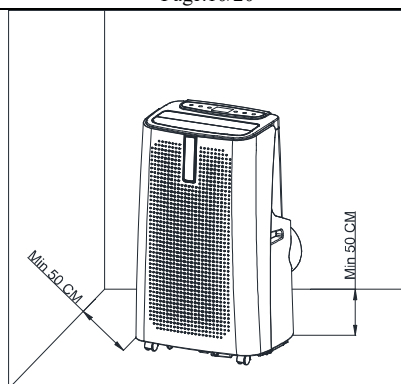

Figure 4
- a) Déplacer l'appareil équipé du tuyau d'évacuation et des accessoires près de la fenêtre. Respecter une distance minimale de 50 cm entre l'appareil et les murs ou autres objets (voir Fig. 4)